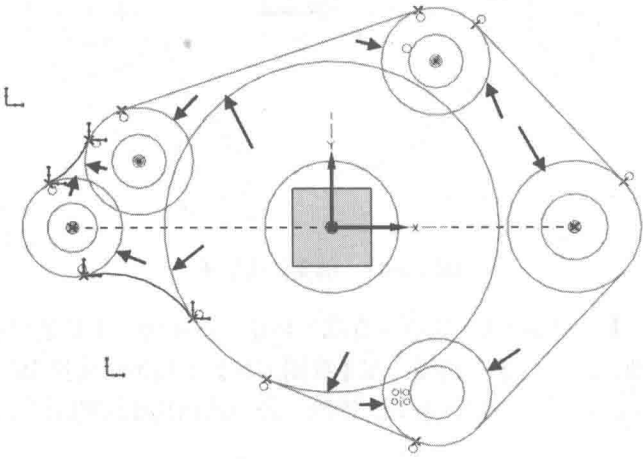
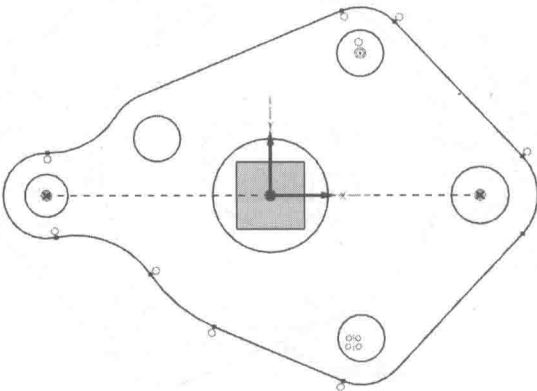

图 1-2-25 选取要修剪的曲线
图 1-2-26 修剪曲线后结果
(15) 修剪多余曲线。在【草图工具】工具条中选择（快速修剪）按钮，然后在图中选择图 1-2-25 所示的曲线，修剪结果如图 1-2-26 所示。